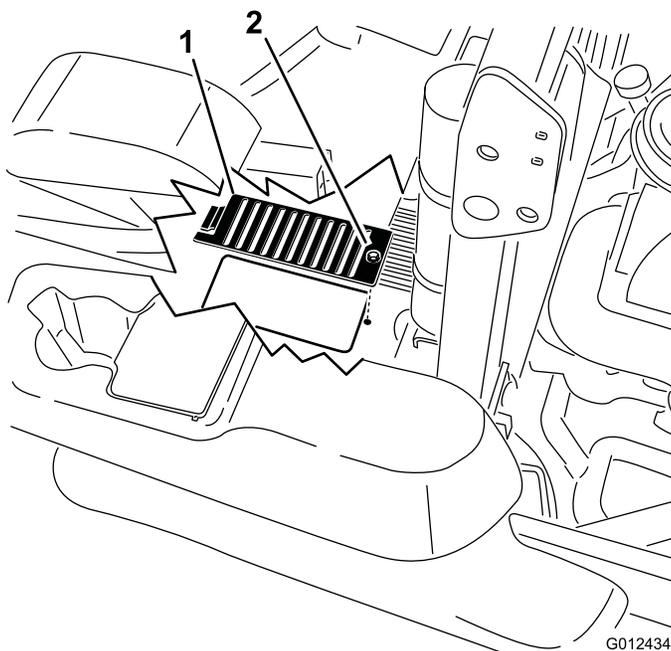

**Figura 74**
5. Rimuovete sporcizia ed erba dalle coperture dell'unità idraulica (Figura 74).